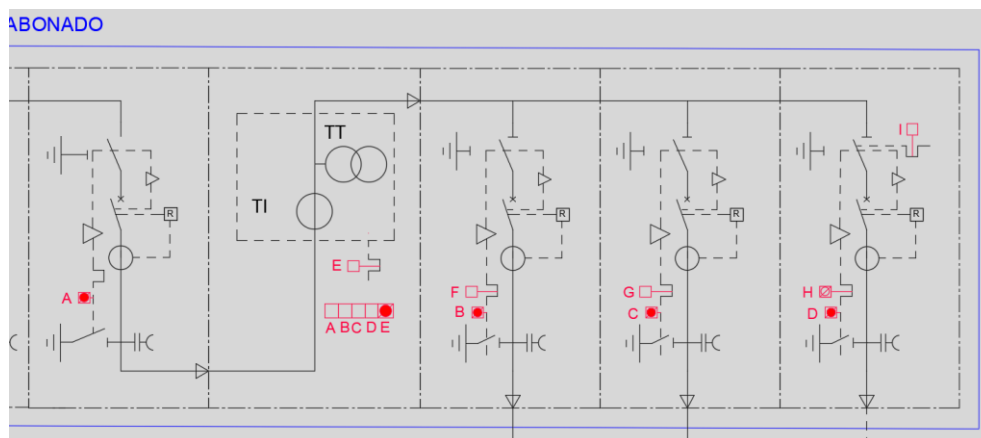

Figura 2
- **Celda medida:** el acceso al interior de la celda se hará mediante llave liberada de un intercambiador de llaves, que precisará para ello de la llave de la celda de protección general y de las correspondientes a todas y cada una de las celdas aguas abajo de la celda de medida conectadas al mismo embarrado, desbloqueadas mediante el cierre de los seccionadores de puesta a tierra (figura 2).